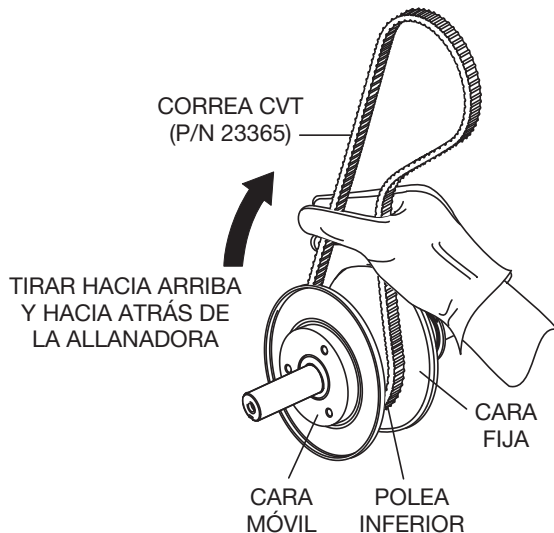

Figura 19. Sujeción de la polea inferior abierta
1. Con la correa CVT colocada en la polea inferior, apriete la correa (Figura 19) y tire la correa hacia arriba y hacia la parte posterior de la allanadora. Esto abrirá las caras de la polea de transmisión inferior.